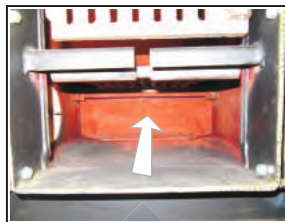

Рис. 16
- Установив котёл и после каждой чистки, обязательно убедитесь, плотно ли вставна перегородка чистки сажи (15) (см. рис. 1 и рис. 16).